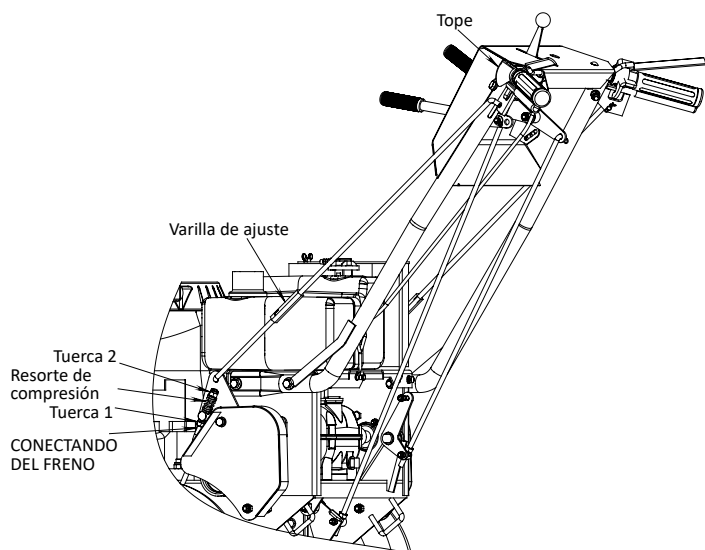

FIG 11.
- Afloje la tuerca en la polea tensora de la correa de transmisión. Retire la polea tensora y la correa que debe ser reemplazada. Instale la nueva correa, luego instale la polea de transmisión en orden inverso. Ajuste la correa según el método de ajuste de la correa, luego apriete la tuerca. (Ver FIG 11)
- Ajuste de la fuerza de frenado: Levante la varilla del cambio a la izquierda/derecha y bloquéela con la hebilla. Gire la tuerca 1 y la tuerca 2 de la palanca del freno, de modo que comprima el resorte para obtener suficiente fuerza de frenado. Luego gire nuevamente la tuerca 1, asegurándose de que se mantenga un espacio de 1 mm entre la tuerca 1 y el conector del extremo de la varilla. (Ver FIG 11)